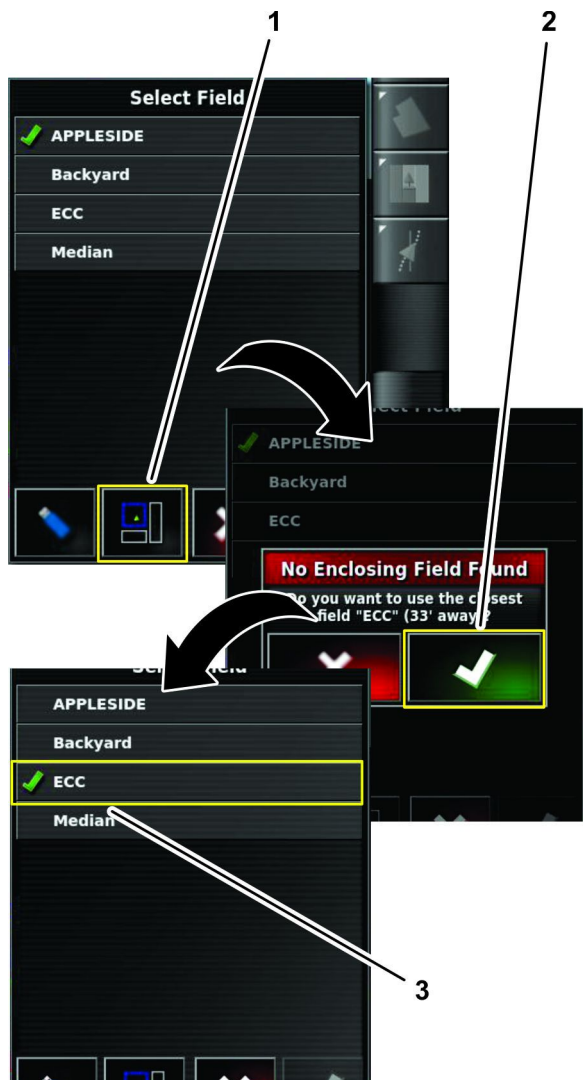

Рисунок 37
1. В списке выбора полей нажмите на значок границы ближайшего поля по GPS (Рисунок 37).
2. Нажмите на значок подтверждения (Рисунок 37).